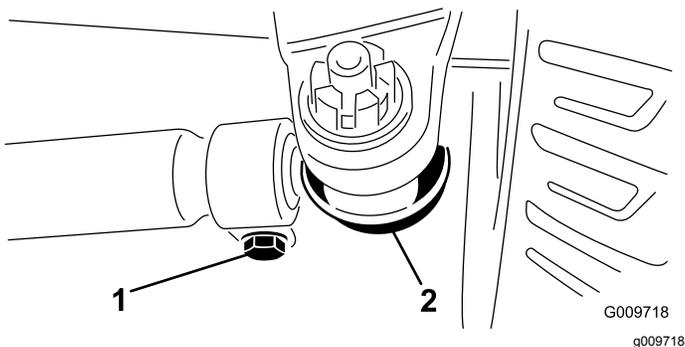

Bild 49
- Entfernen Sie den Splint und die Mutter von einem der Spurstangen-Kugelgelenke (Bild 49). Entfernen Sie das Spurstangen-Kugelgelenk vom Achsständer.
- Lockern Sie die Klemmen an beiden Enden der Spurstangen (Bild 49).